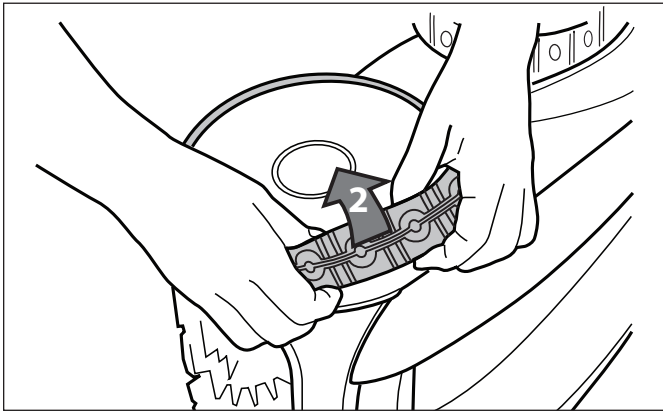

Figure 32. Enlever le vieux pneu
- Retirez l'ancien pneu (Figure 32).